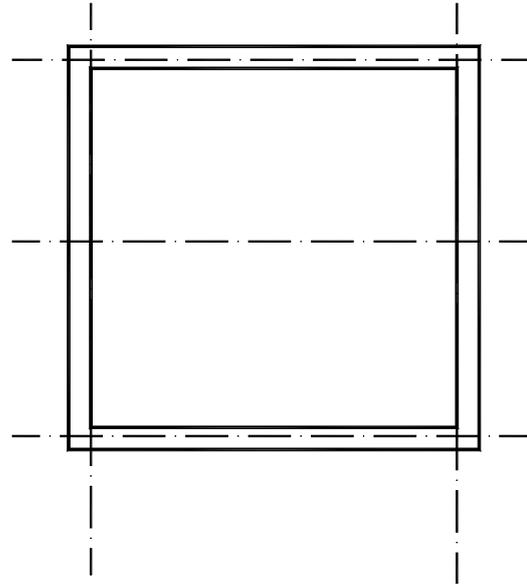

Рис.2 – Наружные стены
2. Используя команду «ПЛИНИЯ (_PLINE)», вычертить внутренний контур наружных капитальных стен. Используя команду «ПОДОБИЕ (_OFFSET)», вычертить наружный контур стен (рис.2).